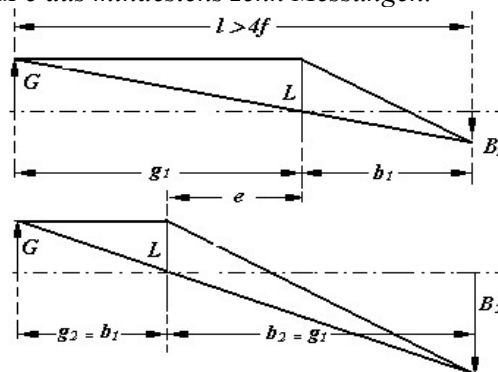

Abb. 3: Skizze zum Verfahren von BESSEL
**Aufgabe 1a: Bestimmung der Brennweite einer Sammellinse:** Die direkte Bestimmung nach Formel (1) liefert nur einen annähernd richtigen Wert. Genauer ist das Verfahren von BESSEL (Abb. 3): Objekt und Bildschirm werden im Abstand  $l > 4f$  aufgestellt. Es gibt dann zwei Positionen der Linse, bei denen auf dem Schirm ein scharfes Bild entsteht. Der Abstand  $e$  dieser beiden Linseneinstellungen ist genauer messbar als  $g$  und  $b$ . Für die Brennweite gilt: